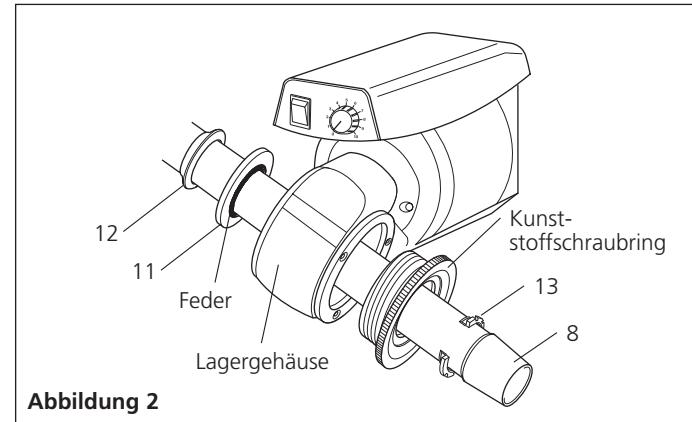

Abbildung 2
3. Das glatte Ende des Brüdenrohrs (8) durch die rechte Motorseite führen und so weit einschieben bis sie fest hinter dem Federstahlring sitzt. Der konische Anschluss muss sich rechts vom Motor befinden (bei Ansicht von vorne).
4. Hauptdichtung (11) und Zweitdichtung (12) für das Vakuum auf das glatte Ende des Brüdenrohrs (links) aufsetzen und nach unten schieben bis beide im Lagergehäuse sitzen. Dabei ist unbedingt auf die richtige Reihenfolge zu achten. Die Hauptdichtung muss am Lagergehäuse anschließen (siehe Abb.2).
5. Den Halterung (13) auf die Anschlussseite des Brüdenrohrs (rechts) aufsetzen und so weit aufschieben bis er in die Kunststoffbüchse einrastet (Abb. 2).